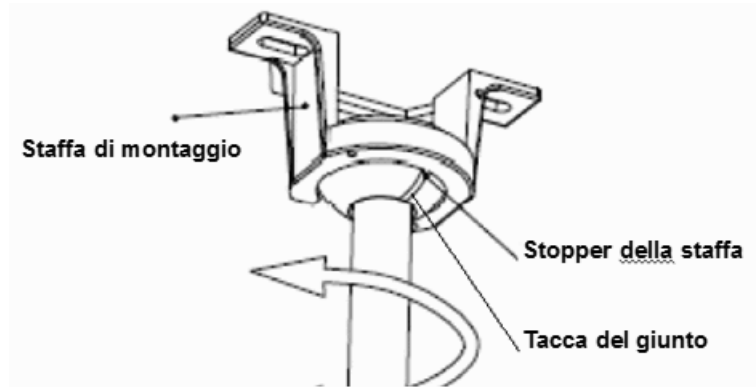

Fig. 5
- Assicurarci che la tacca del giunto sia posizionata sullo stopper della staffa di montaggio per impedire al corpo del ventilatore di ruotare durante il funzionamento. Fig. 5